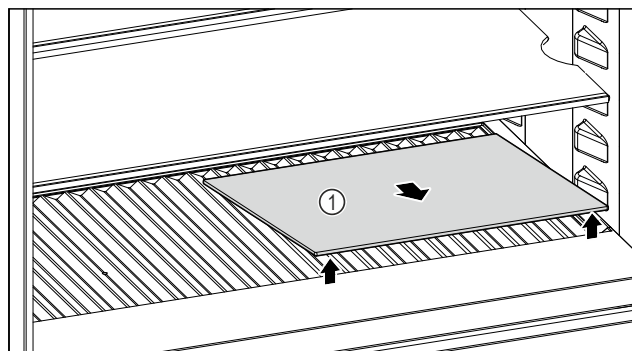

Fig. 243
► Soulever la plaque de verre Fig. 243 (1) au niveau de l'évidement avant et la retirer.
► Entreposer la plaque de verre Fig. 243 (1) dans un endroit sûr hors de l'appareil.